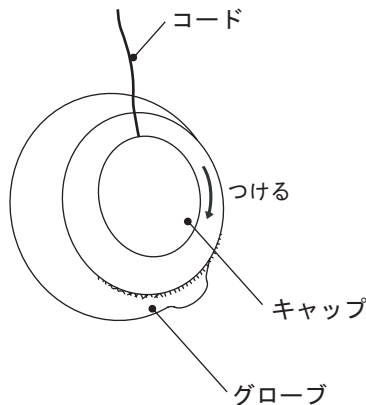

図9
③ 銅線を緩やかに曲げ、ランプをグローブのランプ挿入口にセットしてください。その際、ランプはグローブの中に完全にに入れてしまわずに、挿入口から数mm程度出しておいてください。(図9参照)